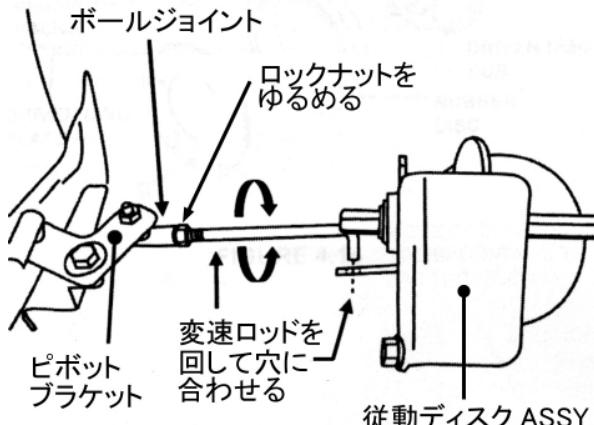

図 6-10
6. 伝達ロッドをまわして位置と向きを合わせてから、元の穴に納めてワッシャーと割りピンを取り付けます。(次ページ図6-10)
(次ページ図6-10)